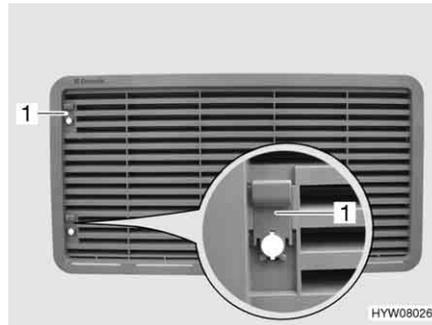

Fig. 157 Rejilla de ventilación del frigorífico (con corredera)
- Empujar la corredera (Fig. 157,1) hacia arriba.